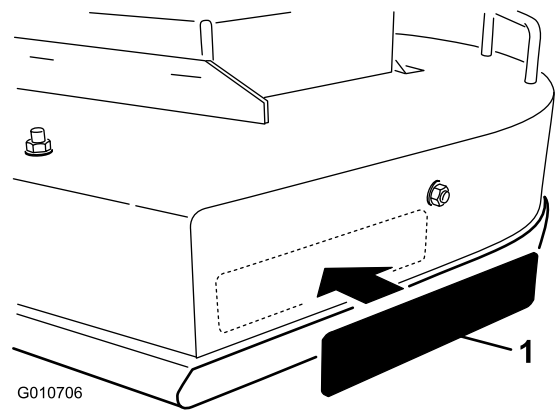

Figura 6
- Retire el soporte y aplique la pegatina al cortacésped en el lado de descarga (Figura 6). Alísela desde el centro hacia los bordes para eliminar cualquier burbuja de aire.